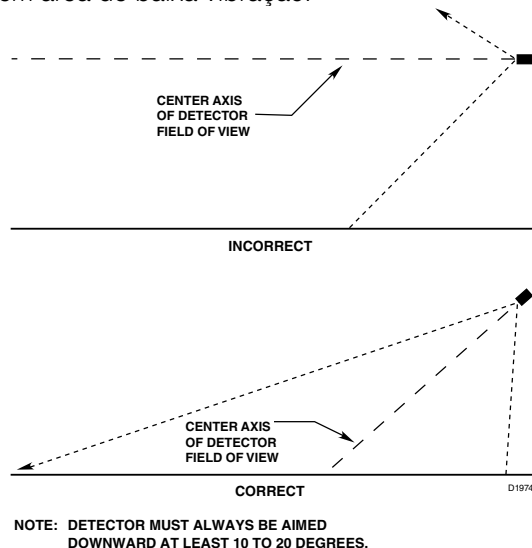

Figura 1 – Orientação do detector em relação ao horizonte
- O detector deve estar voltado para baixo pelo menos 10 a 20 graus para permitir que as aberturas das lentes drenem (consulte a Figura 1). **O detector deve estar posicionado de forma que o FOV não cubra áreas fora da área de risco que exijam monitoramento de detecção de chama.** Isto minimizará a possibilidade de falsos alarmes provocados por atividades fora da área que necessita de proteção.
(Ver Figura 1 para Orientação Correta do Detector)